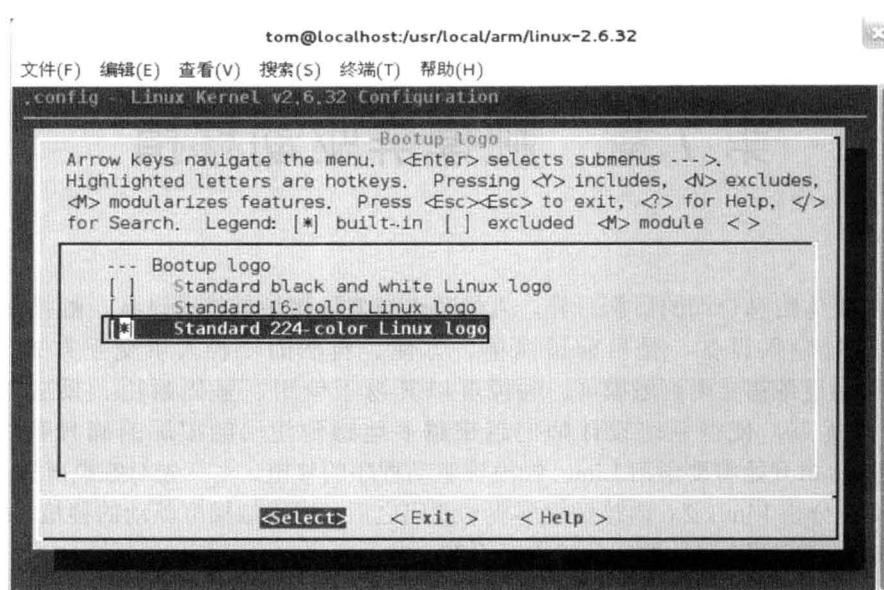

图 6.13 步骤 6
(6) 进入开机 LOGO 的设置选项 Bootup logo 目录后，里面有单色的 LOGO 图片选项，也有 16 色和 224 色的 LOGO 图片选项供选择，这里根据实际情况选择 Standard 224-color Linux logo，如图 6.13 所示。这是因为我们用的 LCD 屏是支持 224 色的。